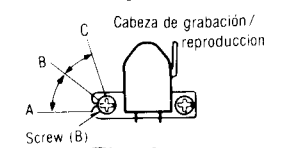
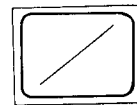

Fig. 3
Fig. 6
- Reproducir la señal de 8kHz desde la cinta de prueba (QZZCFM). Ajustar el tornillo (B) en Fig. 3 para obtener niveles L-CH y R-CH de salida máxima. Cuando los niveles de salida de L-CH y R-CH no están al máximo, al mismo tiempo, reajustar de la siguiente forma:
- Girar el tornillo mostrado en Fig. 3 para buscar los ángulos A y C (puntos donde los niveles de salida de cresta se obtienen para los canales derecho y izquierdo). Luego, localizar el ángulo B entre los ángulos A y C, por ej., el punto donde los niveles de salida de R-CH y L-CH estén equilibrados. (Consultar Fig. 3 y 4.)
- Reproducir la señal de 8kHz desde la cinta de prueba (QZZCFM). Ajustar el tornillo. (B) de la Fig. 3 de forma que las agujas indicadoras de los dos EVM giren hacia el máximo y se obtenga una forma de onda como la indicada en la Fig. 6 sobre el osciloscopio.